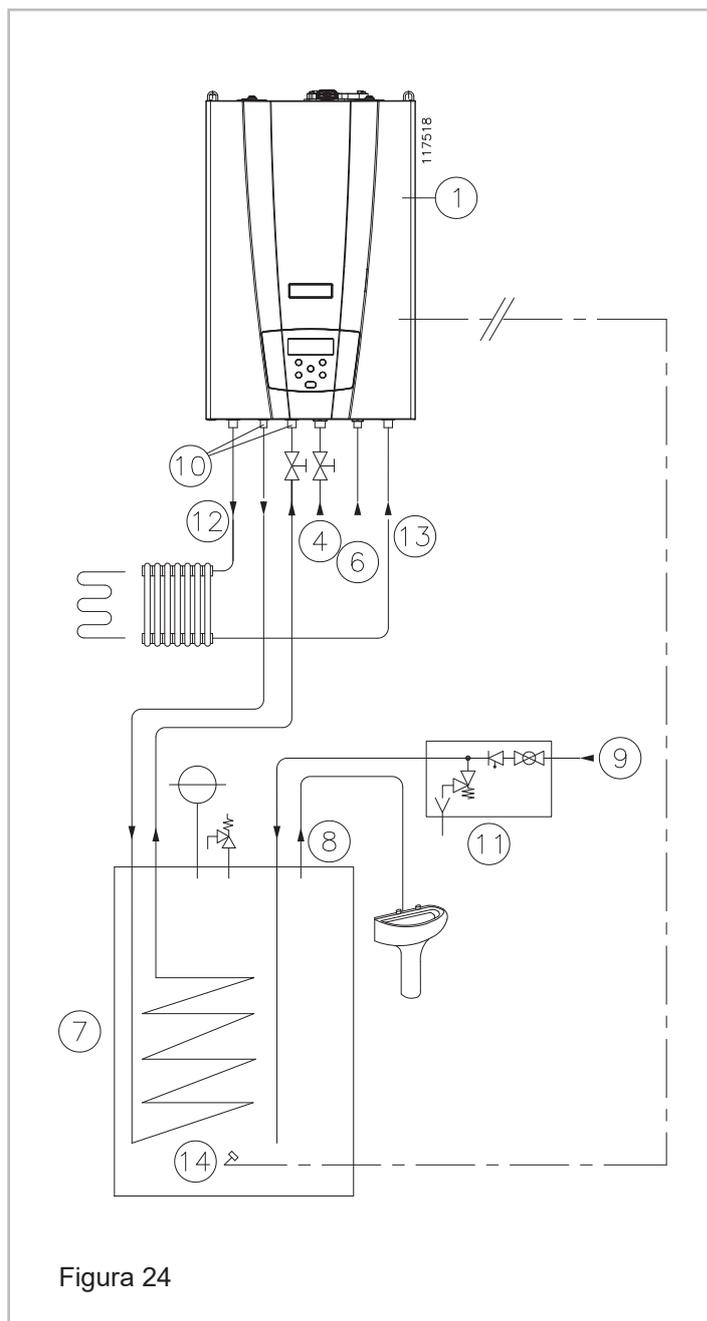

Figura 24
5. - Posizionare il sensore temperatura bollitore nel pozzetto previsto sul bollitore ("14" Figura 24);